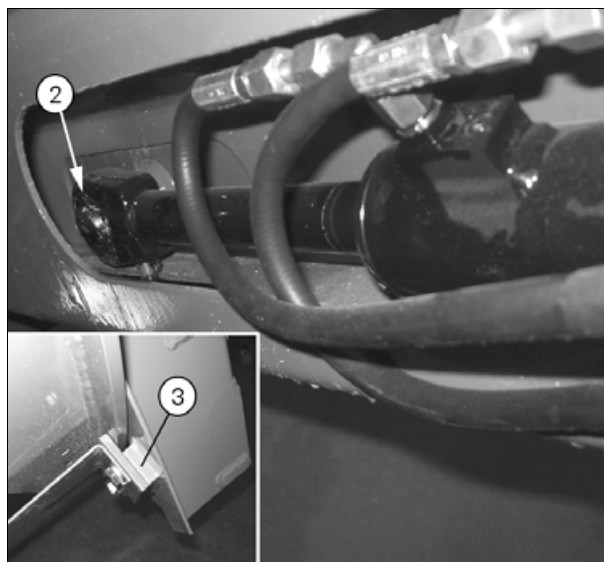

Рис. 2.
- При установке направляющей (3) (*рис. 2*) используйте регулировочные прокладки, чтобы обеспечить свободное вращение соединительного устройства без излишнего люфта.